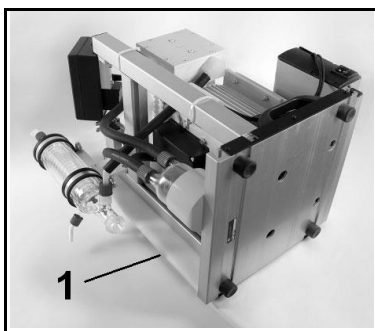

Abb. 26: Aufstellen des Vakuumsystems für Membranwechsel
1. Das gesamte Vakuum-System so hinlegen, dass es auf einer Stirnseite aufliegt und ein Pumpenkopf nach oben weist (siehe Abb. 26). Dazu:
Gewechselte Membrane und Ventilplatten/Dichtungen	<ul style="list-style-type: none"> → Sicherstellen, dass Passscheiben auf das Membrangewinde aufgesteckt wurden. → Kopfverschaltung und Schlauchverbindungen auf Dichtigkeit prüfen. → Eventuell die äußeren Schrauben (Abb. 24/4 bzw. Abb. 26/8) der Druckplatte vorsichtig über Kreuz anziehen.